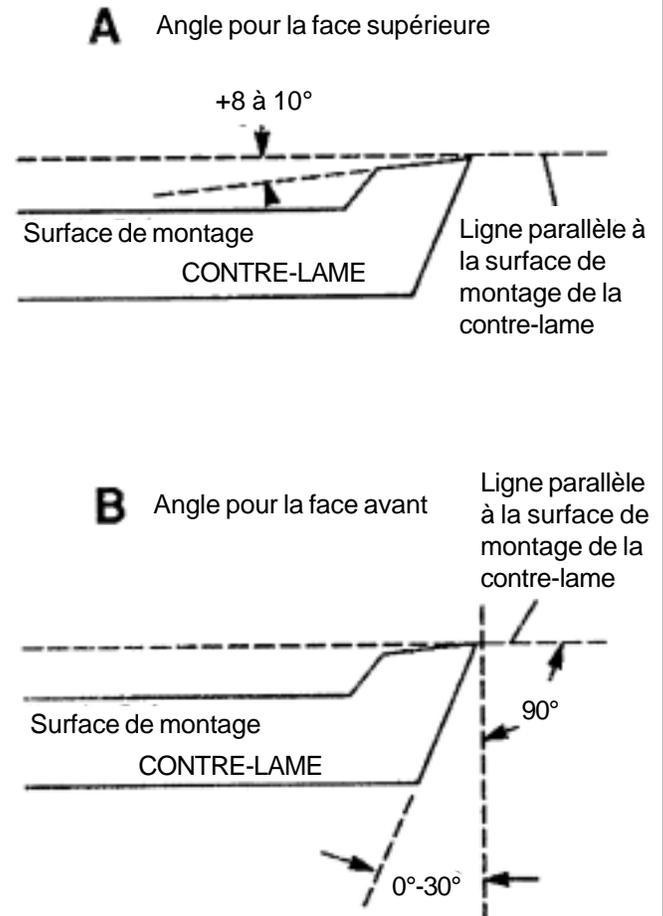

FIG. 8
- \* L'angle de dépouille est de +8 à 10 degrés pour la surface supérieure. Il est **généralement** mesuré par rapport à la surface de montage de la contre-lame (voir FIG. 8-A).
- \* L'angle de dépouille est de 0 à 30 degrés pour la surface avant. Il est **généralement** mesuré par rapport à une ligne **perpendiculaire** à la surface de montage de la contre-lame (voir FIG. 8-B).